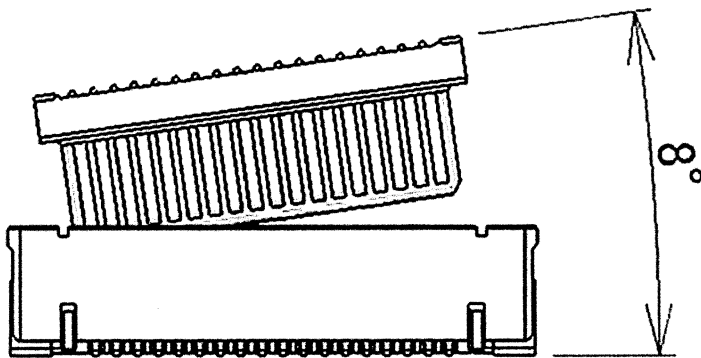
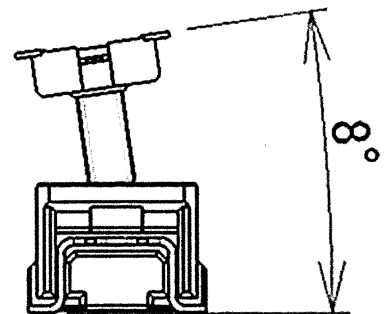

Fig.1
Fig.2
- ・誘い込み時の角度は図 1～図 2 になりますので、記載角度以下で位置決めをして下さい。
Figure 1 and 2 show guiding angle. Please locate it below the described angle.